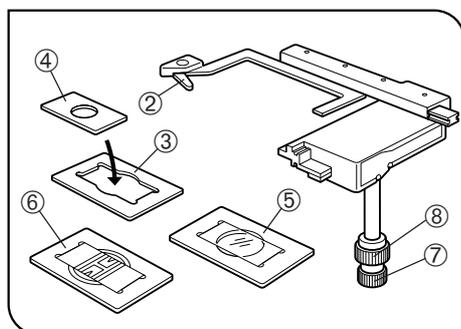

Fig. 7
1. Dans le cas d'utilisation d'une plaque micro-filtre de 96 puits ou 24 puits, tirer le porte-échantillon ② afin qu'il puisse recevoir la plaque micro-filtre. (Fig. 7)
- Porte-Terasaki ③ (AB4488) : Pour plaque Terasaki, porte-boîte de Pétri 35 mm ④ ou boîte de Pétri 65 mm.
- Porte-lamelle en verre ⑤ (AB4489) : Pour porte-lamelle, boîte de Pétri 54 mm.
- Support de plaque pour Test de cellules sanguines IX2-BCTP ⑥ (optionnel) : Pour les plaques test de cellules sanguines ou autres chambres pour bactéries et éosinophiles dont les dimensions sont $H77^{+0.3}_0 \times L35^{+0.3}_0 \times P2 \text{ mm}$ ou pour une boîte de pétri de diamètre 60 mm.
3. L'échantillon peut être déplacé en tournant la commande de l'axe X ⑦ et la commande de l'axe Y ⑧. (Pas : 120 mm dans la direction X, 78 mm dans la direction Y.)